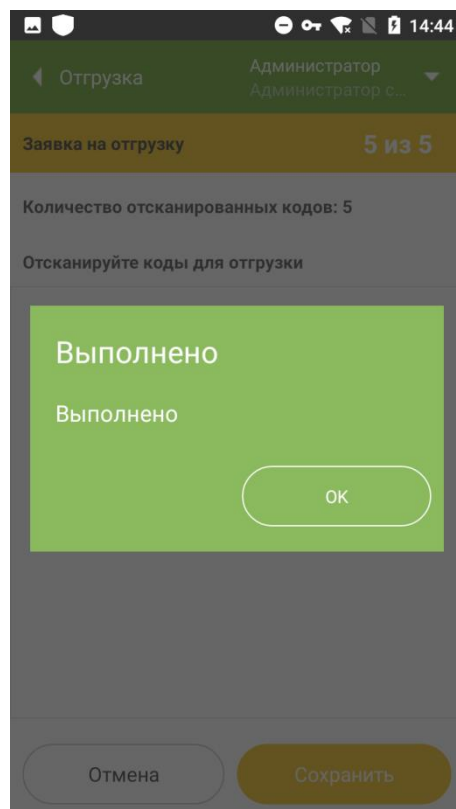

Рисунок 8.15
данных комплектации (п.7). Появится системное сообщение «Выполнено» (Рисунок 8.15).
2.4. Появится системное сообщение для подтверждения завершения операции (Рисунок 8.19). Нажать кнопку «ОК». Появится сообщение «Выполнено» (аналогично Рисунок 8.15). Нажать «ОК».
3.5. После того как отгружаемые коды будут отсканированы, нажать кнопку «Сохранить». Появится системное сообщение для подтверждения завершения операции (аналогично Рисунок 8.19). Нажать кнопку «ОК». Появится сообщение «Выполнено» (аналогично Рисунок 8.15). Нажать кнопку «ОК».